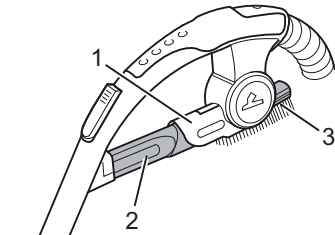

Abb. 5
Als **Zubehör** sind die Fugendüse und die 2in1-Kombidüse im Lieferumfang enthalten. Sie können an der Zubehörröhre (Abb. 5/1) befestigt werden.
■ **Fugendüse (Abb. 5/2):** Benutzen Sie diese, um Staub aus schwer zugänglichen Stellen zu saugen.
■ **2in1-Kombidüse (Abb. 5/3)** zu verwenden als: